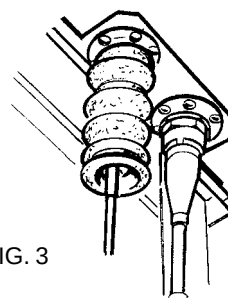

FIG. 3
c) Isoler les tuyauteries à l'aide de l'isolant fourni (après l'avoir coupé dans le sens de la longueur), et l'attacher avec les fixations prévues afin d'éviter la formation de condensation sur le tuyau (Fig.3).
d) Pour connecter les deux unités électriquement, brancher le connecteur mâle dans le connecteur femelle (5) et fixer le câble électrique à l'intérieur du climatiseur, à l'aide de la fixation (3).
e) Introduire délicatement le tuyau flexible pour la décharge des condensats (8) dans le raccord situé entre les deux connecteurs des tuyaux de gaz.
f) Fixer l'isolant en caoutchouc (10) au climatiseur, en utilisant le collier (9).